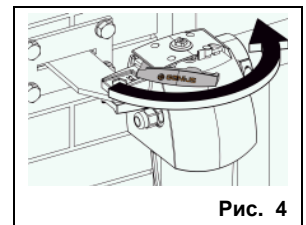

Рис. 4
2. Закрыть отпирающий механизм (рис. 4).